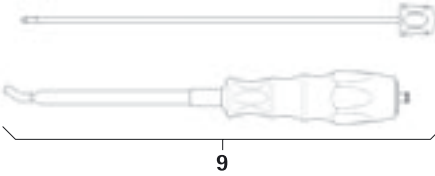

Fig. 5
- Démontez l'instrument de pose de tige 9, voir Fig. 5: Dévisser la partie intérieure.